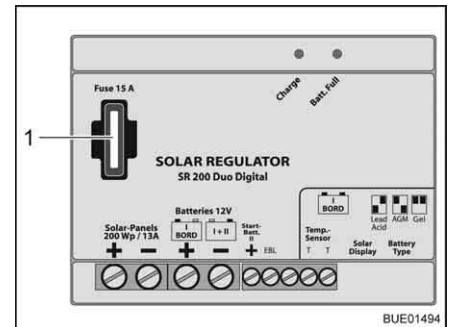

Bild 188 Säkring till laddningsregulator för solpanel 200 W
- Byt flatsäkring 15 A/blå (Bild 188,1).